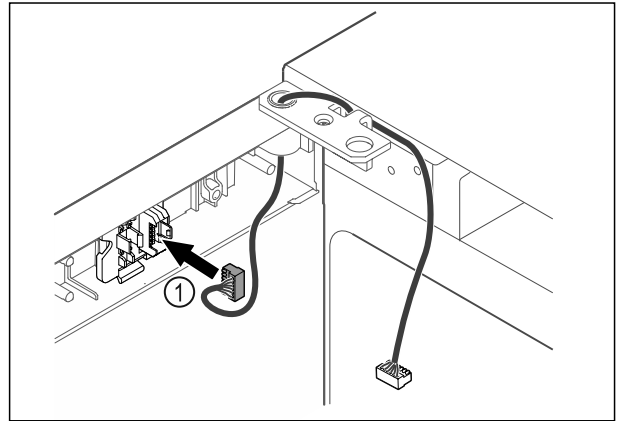

Fig. 62
- ▶ Sett pluggen Fig. 62 (1) i pluggholderen.